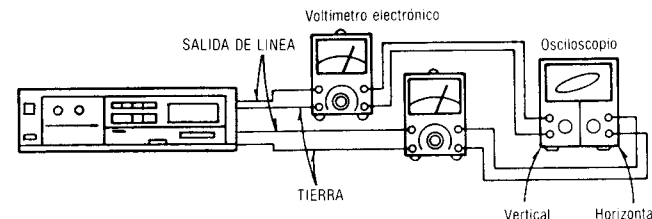

Fig. 5
4. Efectuar las conexiones como muestra la Fig. 5.